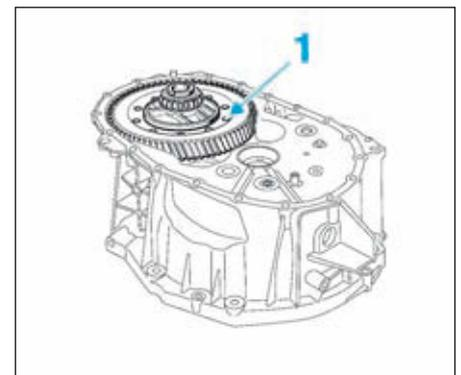

FIG.39
- Déposer le différentiel (1) (Fig.39).